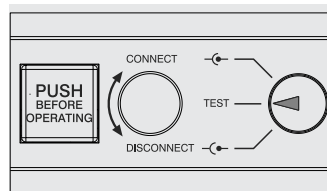

Рис. 47
- автоматический выключатель находится в положении выкачен для тестирования (см. Рис. 47)